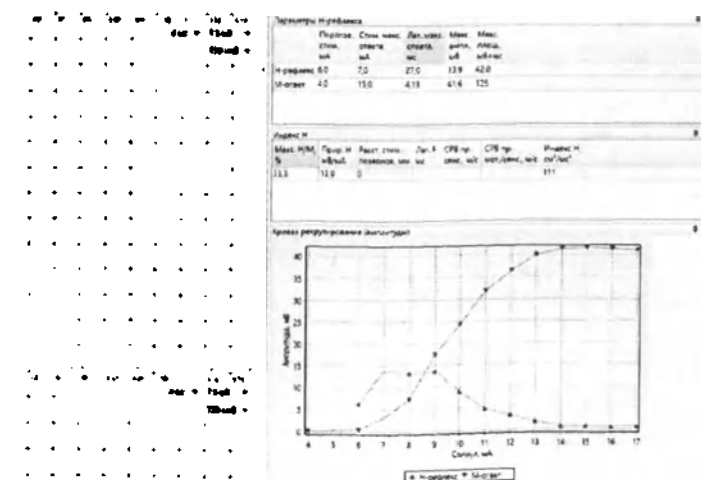

Рис. 165. Оценка параметров Н-рефлекса
6. Анализ полученных результатов проводится по таблице параметров Н-рефлекса и по кривой рекрутирования (рис. 165).